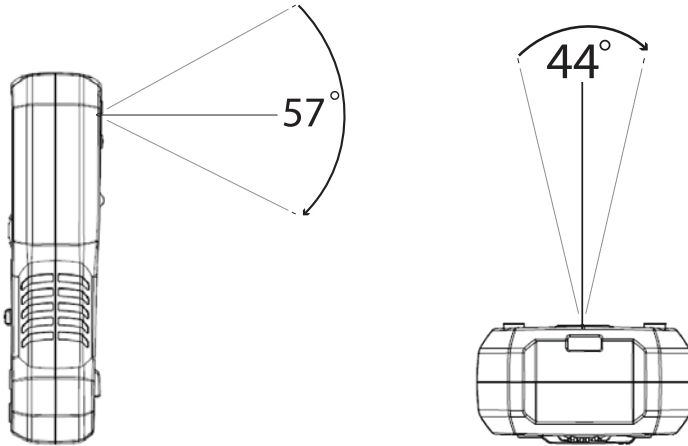

FIG. 8-3 (a) Campo de visión - vista lateral **Fig. 8-3 (b)** Campo de visión - vista superior
7. La resolución de la cámara termográfica es 120 x 160 pixeles y su CdV (campo de visión) es 44 grados (vista superior) por 57 grados (vista lateral) ver **Fig. 8-3 (a) y (b).**